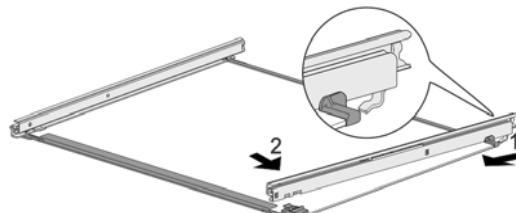

Fig. 85 Стеклянная пластина с направляющими
- Зацепите направляющую сзади. Fig. 85 (1)
- Зашелкните направляющую спереди. Fig. 85 (2)